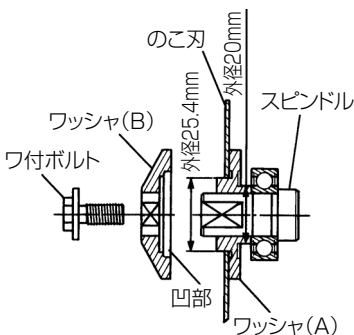

図 24
② C 8UA の場合 (図 24)
穴径 25.4 mm ののこ刃を使用するときは、図 24 に示すワッシャ (A) の外径 25.4 mm の方が、のこ刃側になるように取付けます。